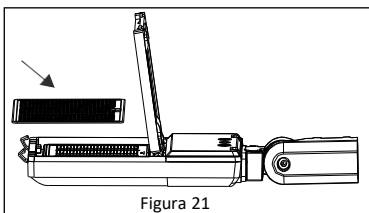

Figura 21
3. Inserta el lente nuevo. **Ver la Figura 21.**